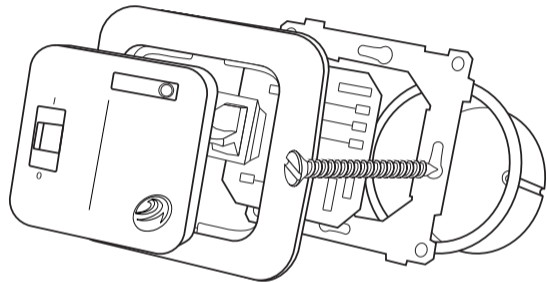

РИС.3 УСТАНОВКА КОНТРОЛЛЕРА СКПВ220В-МИНИ2N В РАСПЕЧНУЮ КОРОБКУ
- установите лицевую крышку и нажмите на нее до срабатывания обеих защелок (рис. 3).